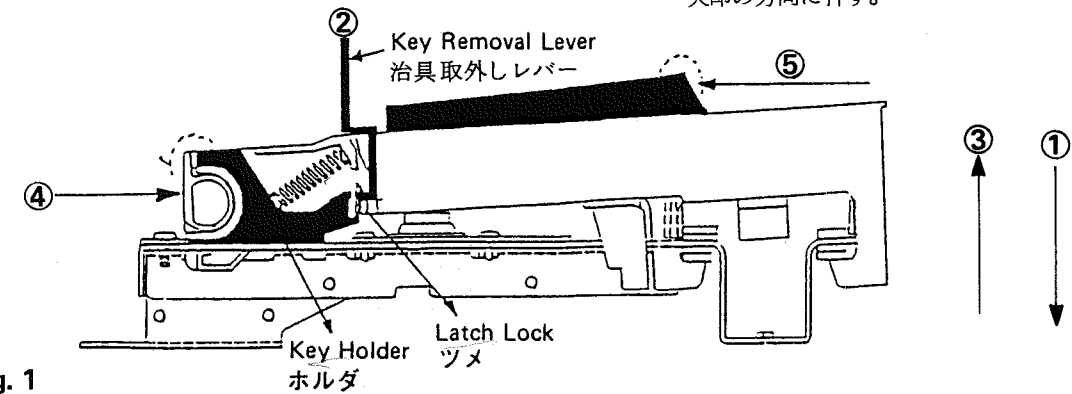

Fig. 1
Natural Key (Fig. 1)**
**SK-6 キー取外し方 (Fig.1)